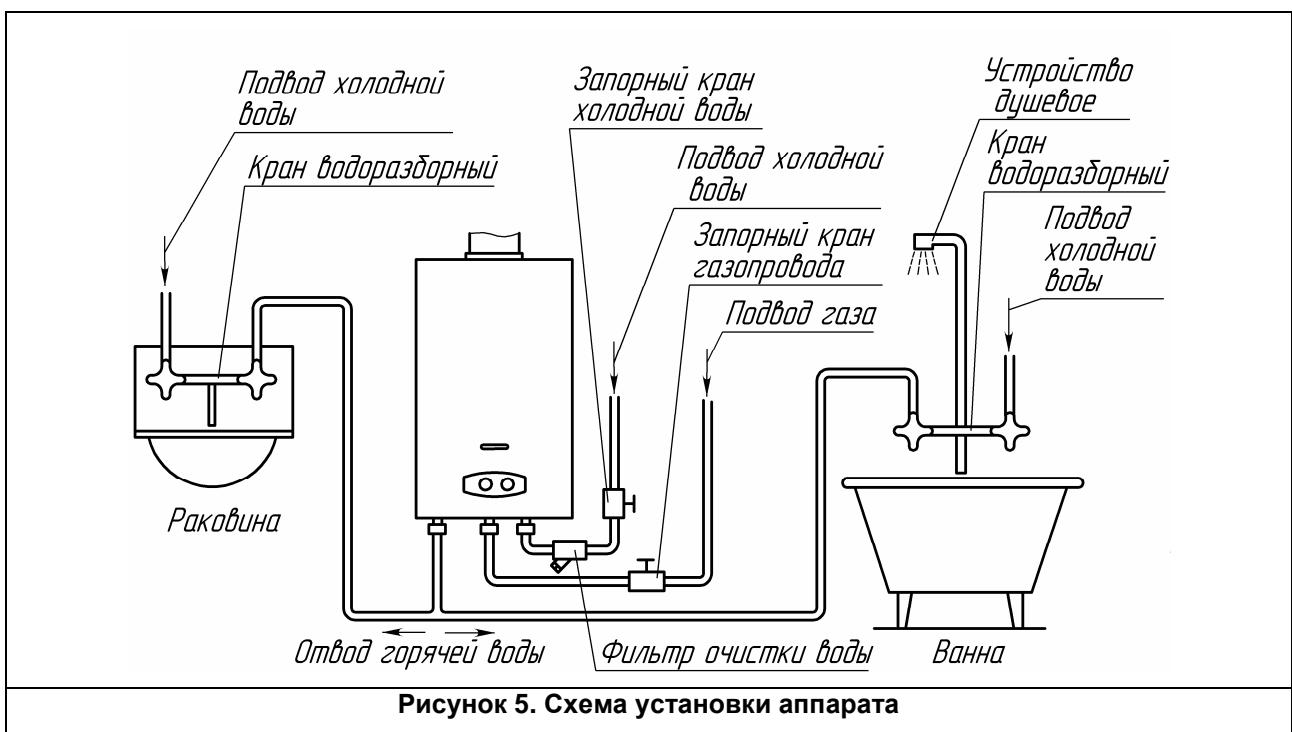

Рисунок 5. Схема установки аппарата
2.5.1 Для увеличения срока службы аппарата и улучшения его эксплуатационных характеристик рекомендуется устанавливать перед аппаратом фильтр очистки воды (рис. 5).